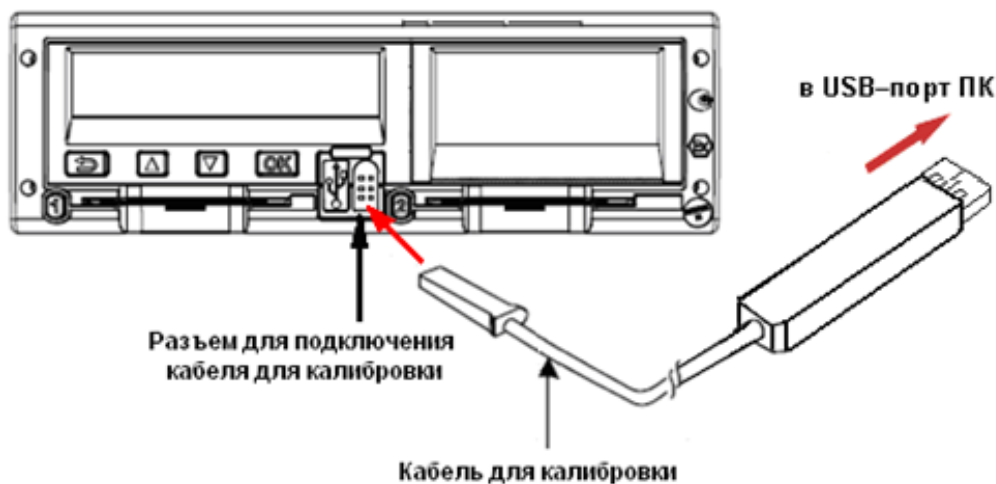

Рисунок 21 – Подключение кабеля для настройки тахографа
**Первый способ подключения.** Подключите кабель для настройки к разъему на лицевой панели тахографа с одной стороны и к USB-порту ПК с другой, как это показано на Рисунок 21.